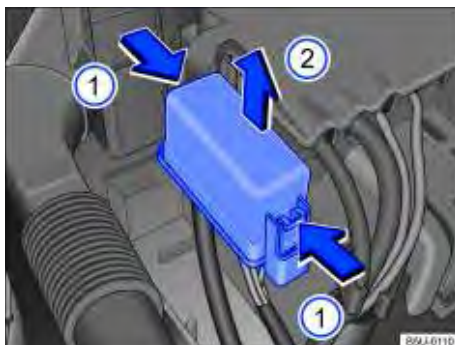

Fig. 165 No compartimento do motor: cobertura da caixa de fusíveis.
- Pressionar as travas no sentido da seta ⇒ Fig. 165 ①, para desbloquear a cobertura da caixa de fusíveis.
- Remover a cobertura por cima, no sentido da seta ②.
- Para a instalação, colocar a cobertura sobre a caixa de fusíveis. Pressionar a cobertura para baixo, no sentido contrário da seta ②, até que trave de forma audível.